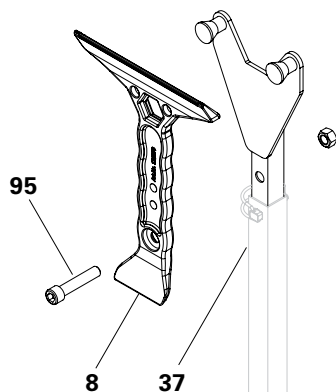

Fig. E1.04
È possibile pulire le unità di pannelli direttamente dopo il disarmo senza spostarle o sdraiarle (Fig. E1.04a), semplicemente avvitando la spatola DUO (8) all'asta di montaggio DUO (37) con vite a esagono cavo M12 x 60 e dado. (Fig. E1.04)